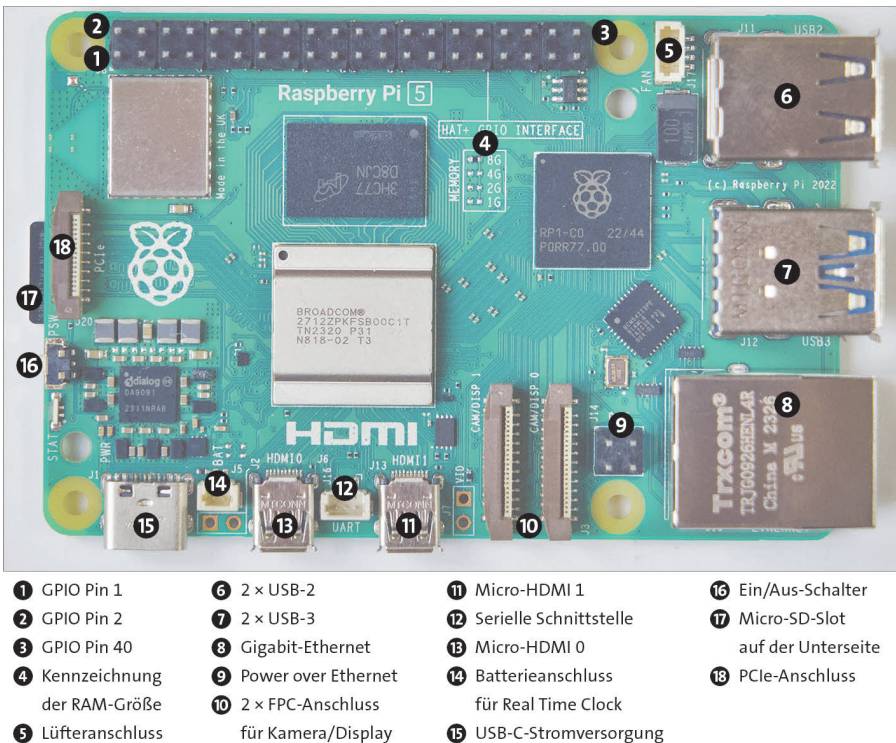

Abbildung 1.1 Der Raspberry Pi 5
- **Raspberry Pi 5:** Dieses seit Ende 2023 verfügbare Modell ist der zurzeit leistungsfähigste Raspberry Pi (siehe Abbildung 1.1). Eine moderne 64-Bit-CPU mit einer Taktfrequenz von bis zu 2,4 GHz macht den Minirechner um den Faktor 2 bis 3 schneller als das Vorgängermodell.